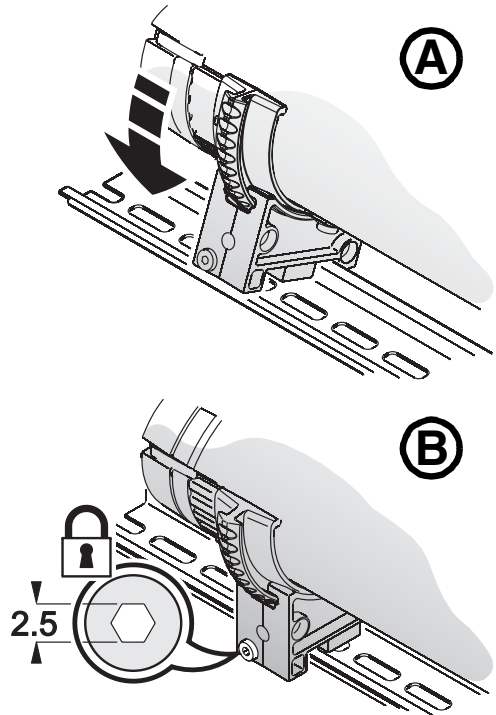

Figura 2: Montaje en carril DIN
2. Observar la Figura 2. El soporte del montaje del Extube tiene forma de gancho por uno de sus lados. Se deberá fijar este gancho sobre el perfil superior del carril DIN e inclinar el soporte hacia abajo (ver **A**). Utilizar una llave Allen de 2,5 mm para apretar el tornillo que fija el soporte al carril DIN (ver **B**).
3. Observar la Figura 2. Apretar los tornillos de las garras de sujeción de la luminaria que se ha añadido.